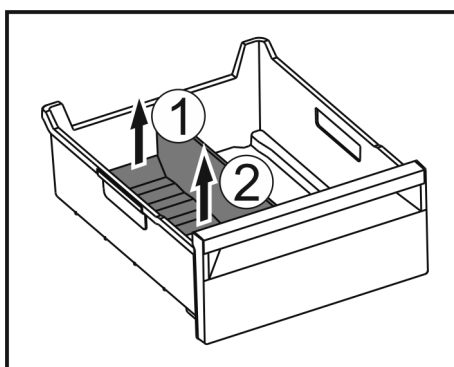

Fig. 173
- ▶ Zvedněte zadní část přepážky přihrádky na led. Fig. 173 (1)
- ▶ Přepážku přihrádky na led vyjměte nahoru. Fig. 173 (2)